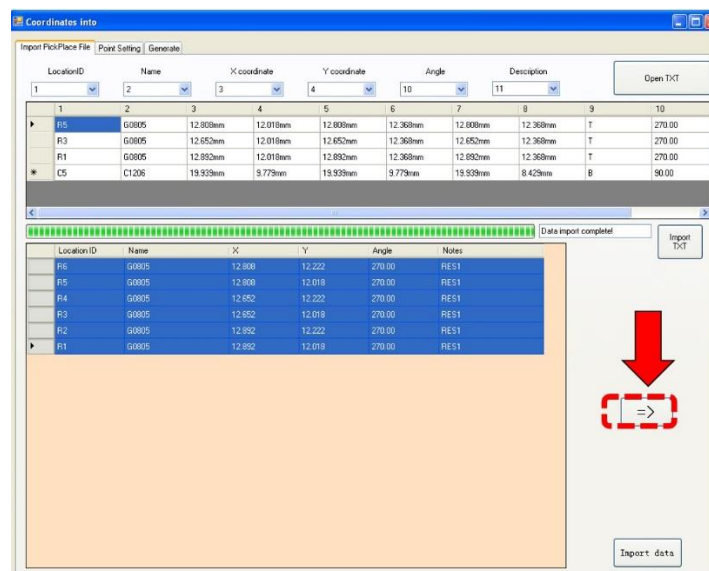

Figura 39. Selección de componentes a usar y botón de flecha.
10. Seleccione los componentes que va a ubicar y presione el botón de flecha que está señalado con rojo ver figura 39.